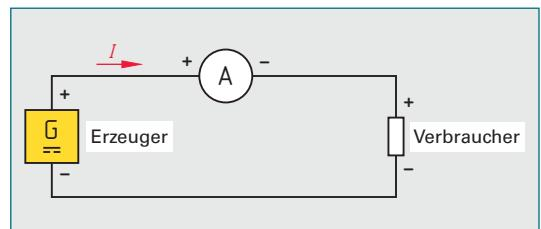

Bild 1: Strommessung in einem Stromkreis
Der elektrische Strom kann nur in einem geschlossenen Stromkreis fließen (Bild 1).
Die Stromstärke hat die *Einheit* Ampere (A), benannt nach Ampère (sprich: Ampähr), franz. Physiker, 1775 bis 1836. Sie wird durch einen Strommesser gemessen, der in den Stromweg geschaltet wird (Bild 1). Die Stromstärke hat das Formelzeichen I .